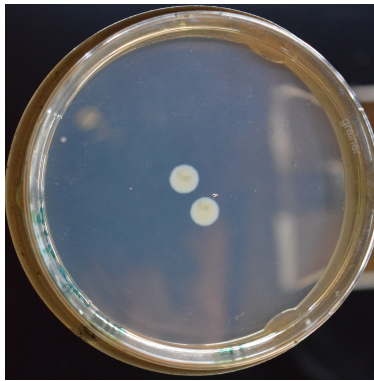

Figure 5: Colonies ne poussant pas - Expérience du 10/01
- Aucun changement avec et sans sel voir Fig. 5